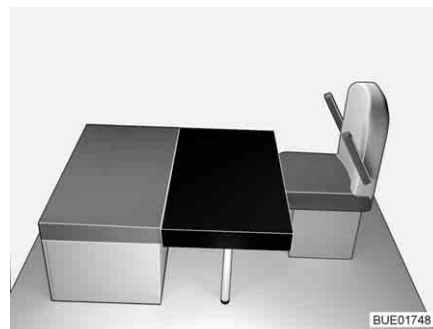

Bild 137 Efter ombyggnaden
- Lägg den rektangulära extra dynan på bordet (framför sittbänkens siddyna, se Bild 137). Urklippet i den extra dynan ligger då vid den främre stödväggen.